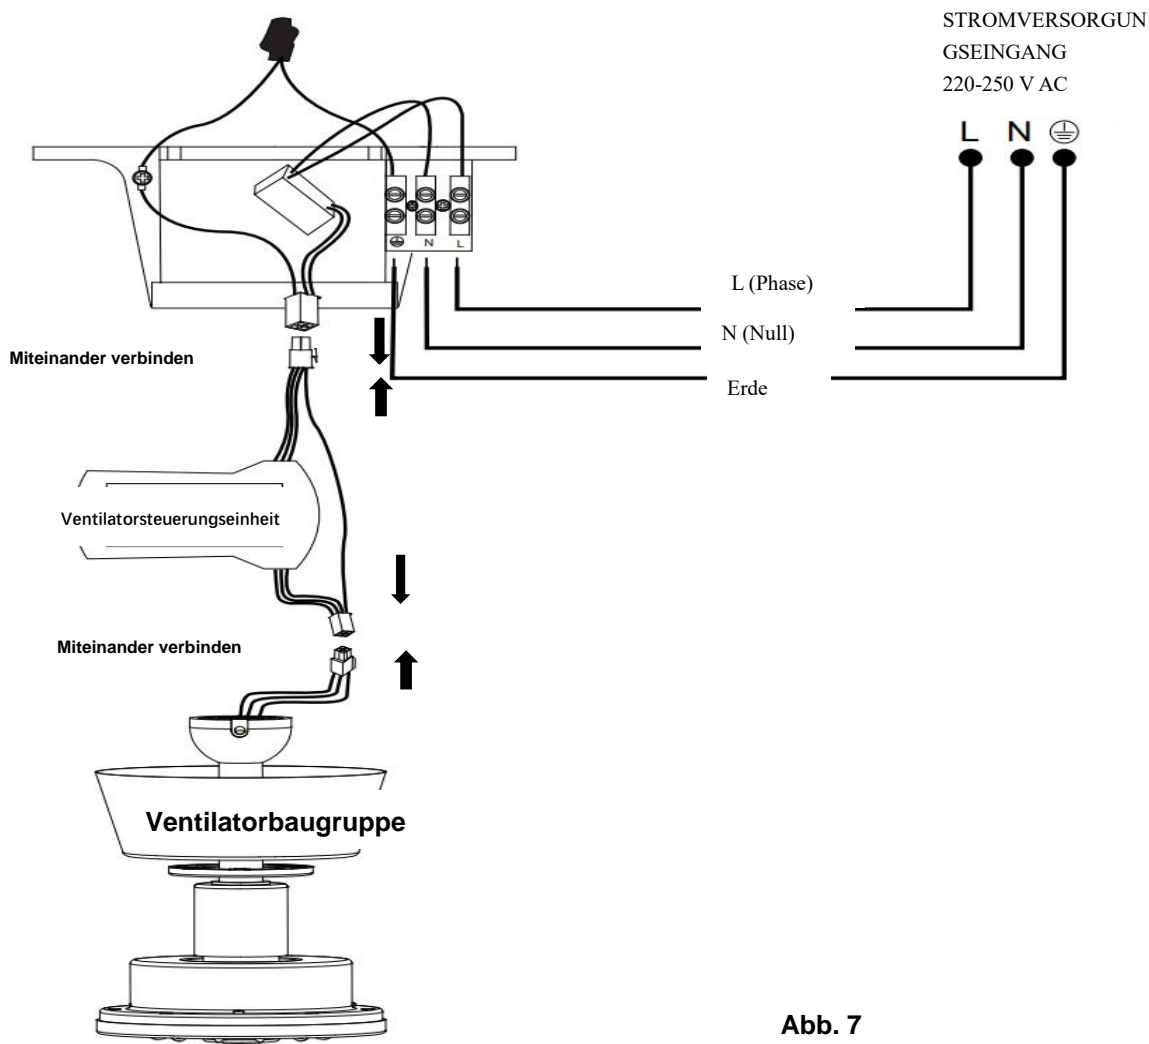

Abb. 7
**Von der Netzversorgung zur Klemmleiste an der Montagehalterung: (Abb. 7)**
**Von der Montagehalterung zum Empfänger und Motor: (Abb. 7)**
Verbinden Sie den Schnellanschluss der Spannungszuleitung von der Montagehalterung mit dem Schnellanschlusseingang der Ventilatorsteuerungseinheit. **(Abb. 7)**
Verbinden Sie den Schnellanschluss der Ausgangsleitungen der Ventilatorsteuerungseinheit mit den Schnellanschlüssen der Eingangsleitungen der Ventilatorbaugruppe. **(Abb. 7)**